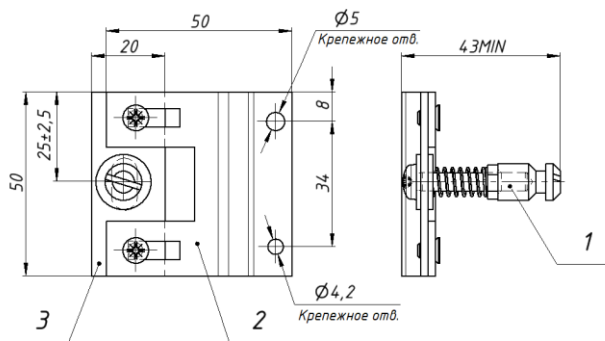

Рис. 5. Габаритные и установочные размеры ригеля Promix-AD.DB.17 поз. 1 в сборе с кронштейнами Promix-AD.BR.09 поз. 2 и Promix-AD.BR.11 поз. 3
2. Для удобства установки кронштейна поз. 2 (рис. 5) можно временно снять кронштейн поз. 3, открутив два винта M4x6.
3. Для холодильников марки FRIGOGLOSS кронштейн поз. 2 (рис. 5) устанавливается под винт ручки двери. Для этого необходимо отжать в сторону резиновый уплотнитель, выкрутить винт ручки двери, установить кронштейн, совместив отверстие $\varnothing 5$ мм с отверстием винта ручки двери и закрутить винт обратно. Другое отверстие кронштейна зафиксировать саморезом 4,2x16 из комплекта поставки, предварительно просверлив под него отверстие в профиле $\varnothing 3$ мм.
4. Для холодильников марок INTER, POLAIR, BONVINI и Бирюса кронштейн поз. 2 (рис. 5) устанавливается следующим образом: на уровне ручки двери отжать резиновый уплотнитель в сторону (при его наличии в зоне установки кронштейна); приложить кронштейн к профилю и разметить точки крепления, после чего выполнить в профиле два отверстия $\varnothing 3$ мм; зафиксировать кронштейн на профиле с помощью двух саморезов 4,2x16 из комплекта поставки.
5. На установленный кронштейн закрепить обратно кронштейн поз. 3 (рис. 5). Диапазон регулировки кронштейна поз. 3 относительно кронштейна поз. 2 составляет 10 мм. Шток ригеля в пазу кронштейна поз. 3 имеет диапазон регулировки по высоте 5 мм.